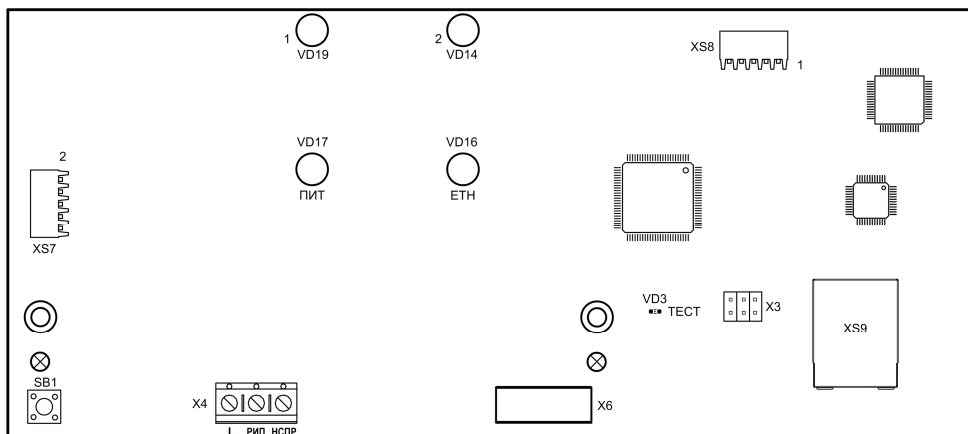

Рис.4 Внешний вид платы контроллера
- плата контроллера (рис.4);
3.1 На плате контроллера (рис.4) расположены: разъемы XS8 и XS7 для подключения коммутаторов (№1 и №2), разъем X6 для подключения к плате источника питания, розетка XS9 для подключения прибора к сети Ethernet, кнопка SB1 для сброса всех сетевых настроек (IP-адрес) – в результате сброса устанавливаются настройки по умолчанию, светодиод ТЕСТ индицирует сброс настроек (см. п. 4.5).